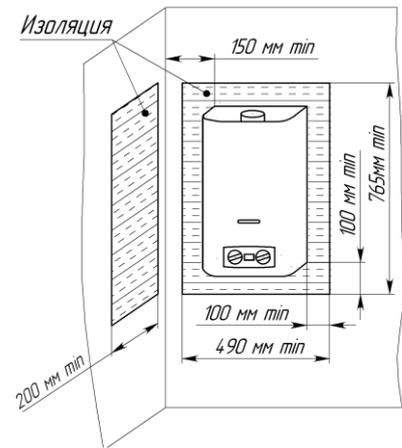

Рис. 5. Установка аппарата на трудносгораемых стенках
7.1.6. Допускается установка аппарата на трудносгораемых стенах при условии изоляции стены оцинкованным листом толщиной 0,8...1 мм по листу базальтового теплоизоляционного картона БТК толщиной 3...5 мм. Изоляция стены должна выступать за габариты корпуса аппарата не менее чем на 100 мм с каждой стороны (рис. 5).